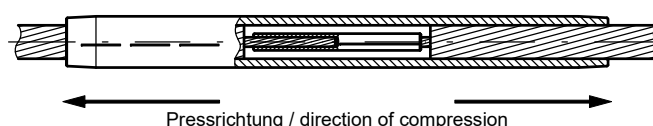

FIG 4
- 8) Compress aluminium tension sleeve following the compression marks, using appropriate compression insert (see indicated index number on the aluminium-sleeve). Start to compress from the center to the end of the aluminium sleeve (FIG. 4).
- 8) Aluminium-Presshülle gemäß der Pressmarkierungen mit dem passenden Presseinsatz (siehe Markierung auf Hülse) verpressen. Reihenfolge der Pressungen von der Mitte der Aluminium-Presshülle zum Rohrende (FIG. 4).